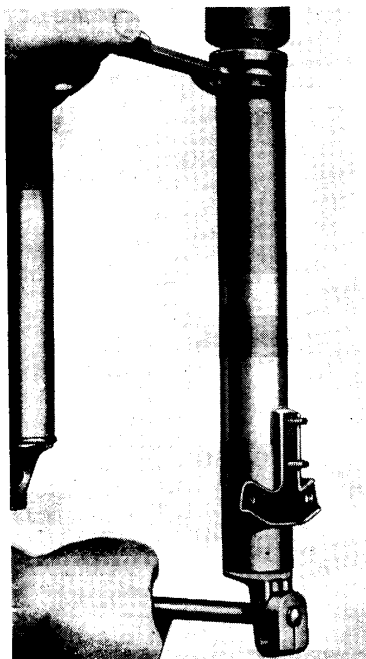

Bild 61-7.
1. Ta ut gaffelröret, gummiunderlägget (2), skyddsröret (29) och gaffelfjädern (24).
2. Håll fast undre delen av nedre gaffelbenet i ett med skyddsbackar försett skruvstycke eller skjut in en dorn i framaxelhålet och skruva ut tätningsboxen (23) ur gaffelbenet med en haknyckel. Skjut ut gaffelröret (7) jämte bussningarna ur gaffelbenet (bild 61-7).